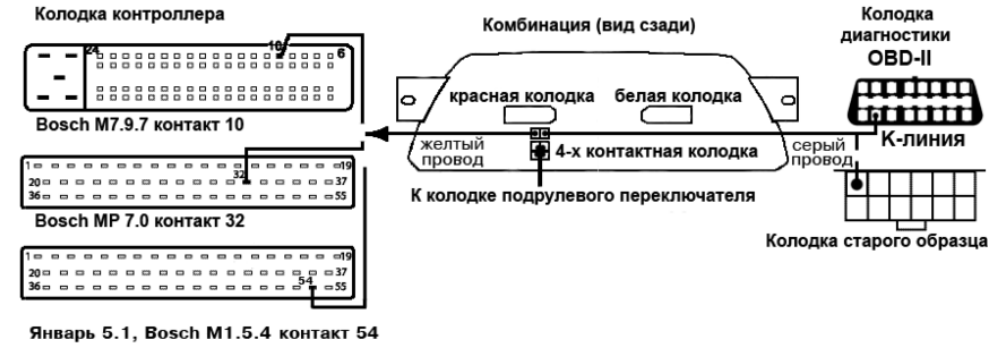

Рис.1. Схема подключения БК комбинации GF625 на автомобилях LADA 2110,2114, 2115.
- 6.4. Пропустить провод диагностической "К - линии" БК ЭКП к диагностической колодке и подсоединить его согласно Рис. 1 (см. стр. 3).
- 6.5. Демонтировать штатный правый подрулевой переключатель и установить на место подрулевой переключатель из комплекта к электронной комбинации приборов. Подключить подрулевой переключатель к комбинации GF625 согласно Рис. 1 (см. стр. 3).